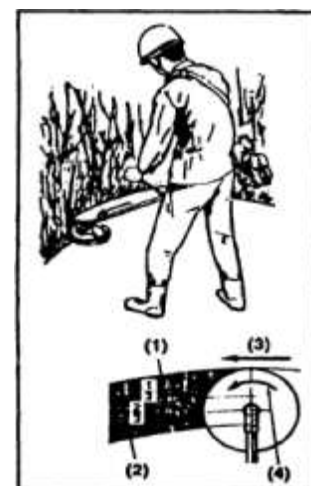

Fig.BC8
5.2.1- avec la lame métal (Fig.BC8)